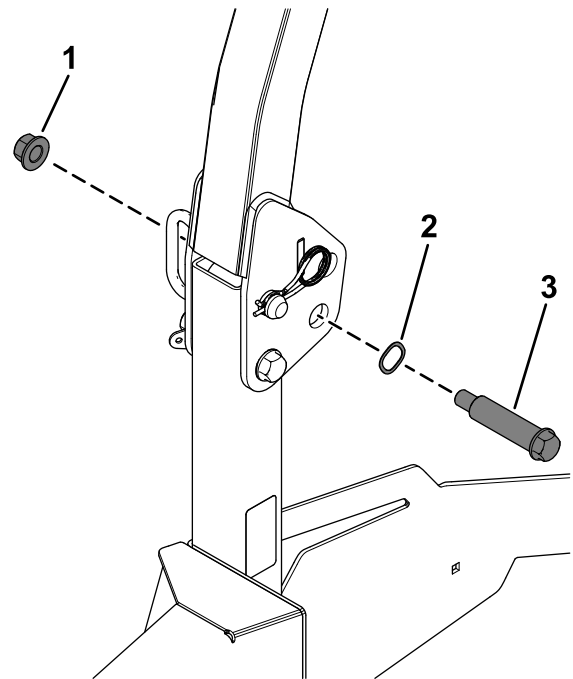

Bild 5
1. Sichern Sie die Ansatzschraube am Überrollbügel mit einer Wellenscheibe und einer Sicherungsmutter (1/2"), wie in Bild 5 dargestellt.